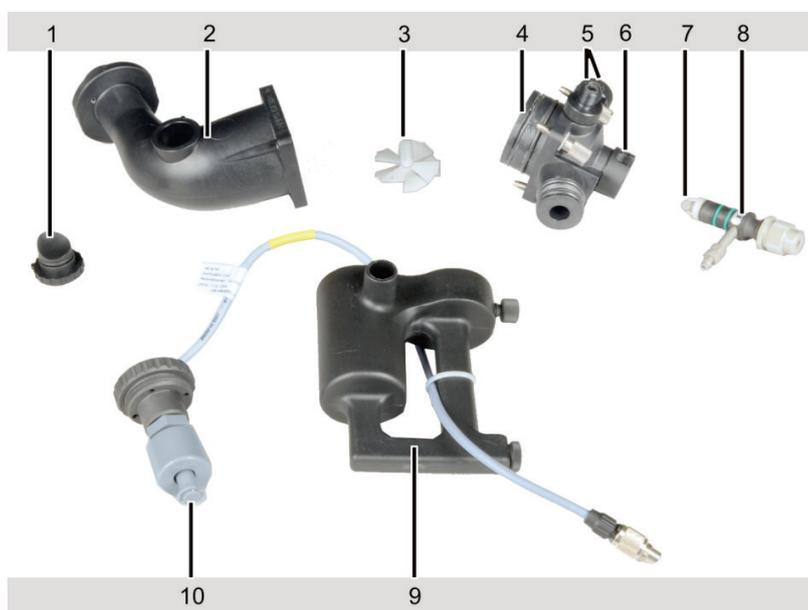
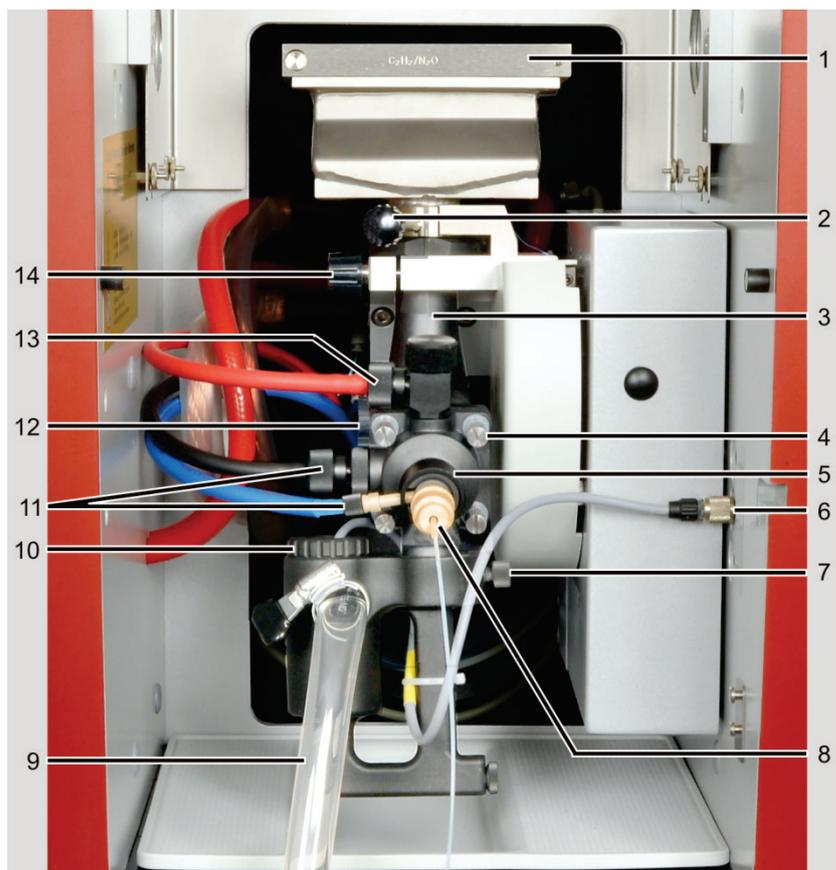
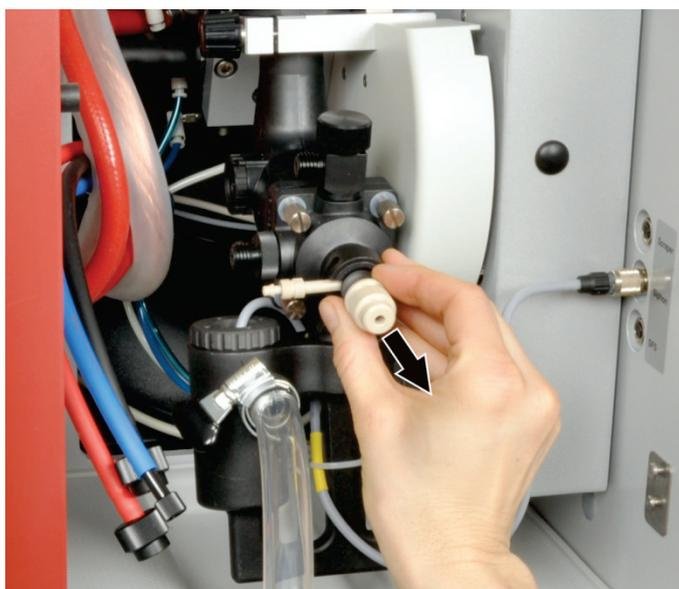

Fig. 56 Cámara de mezcla y pulverizador desensamblados para la limpieza
Fig. 57 Sistema mechero-pulverizador
Fig. 58 Extracción del pulverizador de la cámara de mezclas
1. Afloje el tornillo de bloqueo (2 en Fig. 57, pág.108) en el mechero y retire el mechero de la base.
2. Desenrosque las uniones roscadas de mangueras de la cabeza de la cámara de mezcla y del pulverizador (11, 13 en Fig. 57) y retire la manguera de aspiración de muestras del pulverizador.
3. Gire el anillo de bloqueo del pulverizador (5 en Fig. 57) para que se abra el cierre. Extraiga el pulverizador de la cámara de mezcla sujetándolo de la ranura (Fig. 58).
4. Desenrosque y retire el cable del sensor del sifón de la conexión en la pared del compartimento de muestras (6 en Fig. 57).
5. Retire la manguera de desagüe de la boquilla de desagüe del sifón (9 en Fig. 57). Para ello, suelte la abrazadera de la manguera.
6. Afloje el tornillo de tope del sifón (7 en Fig. 57) y extraiga el sifón hacia abajo. Vacíe el sifón.
7. Desenrosque la pieza del sensor del sifón, saque el sensor del sifón (10 en Fig. 56).
8. Sujete el sistema, desatornille el tornillo moleteado en el estribo de sujeción del tubo de la cámara de mezcla (14 en Fig. 57), mueva el estribo de sujeción hacia atrás y extraiga el sistema.
9. Retire el tapón de seguridad (1 en Fig. 56) de la cámara de mezcla.
10. Afloje las cuatro uniones roscadas de la cámara de mezcla (4 en Fig. 57) y desarme la cámara de mezcla en sus piezas (cabezal y tubo de cámara).
11. Saque la aleta mezcladora (3 en Fig. 56) del tubo de la cámara.
12. Desenrosque las conexiones de gas para gas de combustión y oxidante adicional (5 en Fig. 56) de la cabeza de la cámara de mezcla.
2. Girar ligeramente la bola de impacto (7 en Fig. 56, pág. 107) y sacarla del pulverizador. En caso de que la bola de impacto quede inmovilizada, volver a depositar el pulverizador durante varios minutos en el baño de ultrasonido.
2. Sujete la aleta mezcladora por el mango (3 en Fig. 56 pág.107) y colóquela en el tubo de la cámara de mezcla. Fíjela ejerciendo una ligera presión.
3. Conecte las piezas de la cámara de mezcla (tubo y cabezal), alinee los lados y atorníllelas (2,4 en Fig. 56). Comprobar la posición correcta de los anillos obturadores.
4. Enrosque el sensor del sifón (10 en Fig. 56, pág. 107) en el sifón. Introduzca el sifón en el cabezal de la cámara de manera que la boquilla de desagüe esté dirigida hacia abajo. Fije el sifón con el tornillo de tope (7 en Fig. 57).
5. Coloque el tapón de seguridad (1 en Fig. 56) en el tubo de la cámara.
6. Enrosque las conexiones para gas de combustión y oxidante adicional (5 en Fig. 56) en el cabezal de la cámara de mezcla con anillos obturadores.
7. Introduzca el pulverizador (8 en Fig. 56) en el cabezal de la cámara y fíjelo con el anillo de bloqueo (6 in Fig. 56).
8. Fije el sistema pulverizador-cámara de mezcla en la unidad de ajuste de altura en el compartimento de muestras con ayuda del estribo de sujeción (14 en Fig. 57). La marca tiene que quedar por encima del borde del dispositivo de sujeción. El plato del tubo de la cámara de mezcla debe estar colocado de manera uniforme en el dispositivo de sujeción. Atornille el tornillo moleteado en el estribo de sujeción.
9. Inserte el cable del sensor del sifón (6 en Fig. 57) en la conexión en la pared lateral del compartimento de muestras (prestar atención a la lengüeta) y atorníllelo.
10. Inserte la manguera de desagüe en la boquilla de desagüe del sifón (9 en Fig. 57). Fije con la abrazadera de manguera. Introduzca la manguera de desagüe en la botella de residuos con pendiente continua.
12. Coloque el mechero en el tubo de la cámara de mezcla y gírelo a la posición de 0°. Fíjelo con el tornillo de bloqueo (2 en Fig. 57).
13. Enrosque la manguera para gas de combustión (roja) en la boquilla arriba en la cabeza de la cámara de mezcla (13 en Fig. 57).
14. Enrosque la manguera para oxidante (azul) en la boquilla del pulverizador (11 en Fig. 57).
15. Enrosque la manguera para oxidante adicional (negra) en la boquilla a un lado de la cámara de mezcla (11 en Fig. 57).